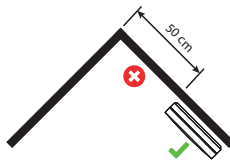

Figure 3 : min. 50 cm
- Plafonds inclinés : installez le détecteur de fumée entre 50 et 100 cm du point le plus haut du plafond (voir figure 3).